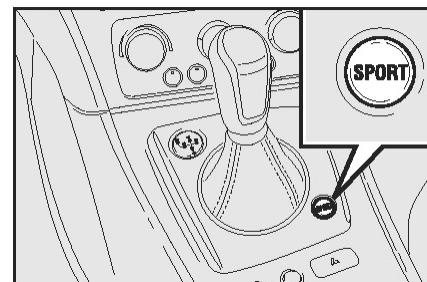

Рис. 6
Для включения этого режима необходимо нажать на кнопку SPORT (рис. 6), расположенной на петлице коробки передач.
Система Sport (S) включается нажатием кнопки SPORT (рис. 6), независимо от выбранного режима работы коробки передач. При этом на дисплее высвечивается буква S.